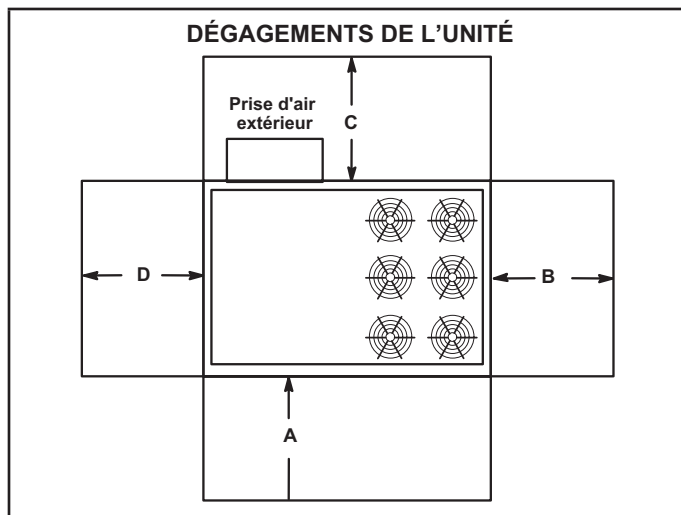

FIGURE 1
Voir la FIGURE 1 et le TABLEAU 1 pour les dégagements de l'unité.
- 2 - Les dégagements d'installation spécifiés doivent être respectés lors de l'installation de l'unité. Reportez-vous à la FIGURE 1.